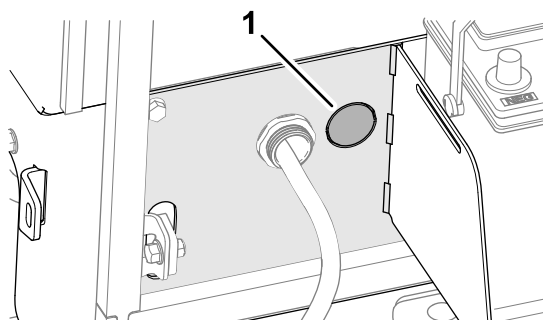

Figura 8
1. A la izquierda de la bandeja de la batería, retire el tapón de troquel del soporte del radiador (Figura 8).